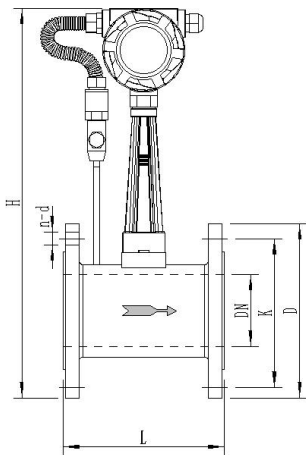

图 6 带温压补偿法兰连接式涡街流量计外形示意图
(6) 仪表在管道上可以水平、垂直或倾斜安装。
(7) 测量气体时, 在垂直管道安装仪表, 气体流向不限。但若管道内含少量液体, 为了防止液体进入仪表测量管, 气流应自下而上流动, 如图 6 a 所示。
(8) 测量液体时, 为了保证管内充满液体, 所以在垂直或倾斜管道安装仪表时, 应该保证液体流动方向从下而上。若管道内含少量气体, 为了防止气体进入仪表测量管, 仪表应安装在管线的较低处, 如图 6 b 所示。
(9) 测量高温、低温介质时, 应注意保温措施。转换器内部(表头壳体内)高温一般不应超过 70°C ; 低温易使转换器内部出现凝露, 降低印制电路板的绝缘阻抗, 影响仪表正常工作。